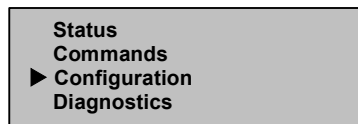

Figura 37: Menú principal
1. En el menú principal, seleccione Configuration. (Consulte la Figura 37.)